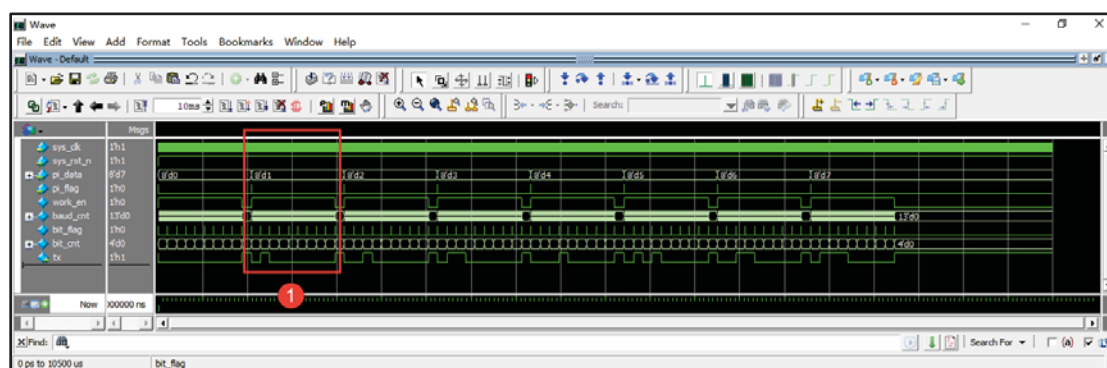

图 30-37 发送模块仿真波形图（一）
打开 ModelSim 后先清空波形信号，重新添加要测试的模块，我们让波形跑了 10ms 即可完全显示所有波形，先将波形窗口信号的排列顺序和所画的波形图顺序一致再进行观察。模拟上级系统发送 8 次（数据值从 0 到 7）数据和数据有效标志信号，其整体波形如图 30-37 所示。红色圈①处为发送数据“1”的波形，将其放大详细观察。